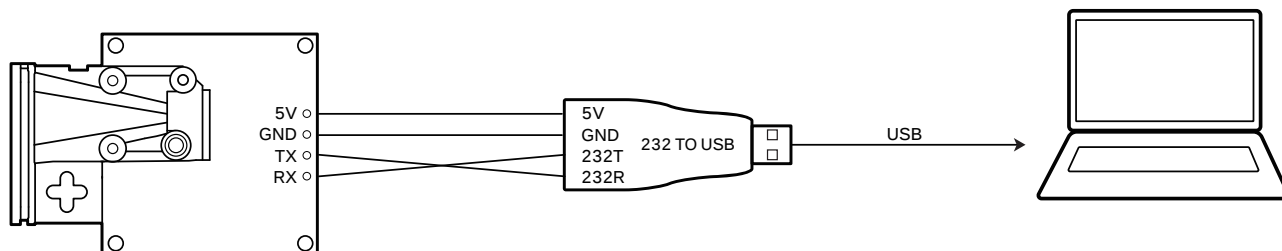

图 2. L4 接 USB 转 232 图（EN 脚功能详见 2.1 电气接线图处的说明）
1. 按照图 2 所示，传感器的 5V、GND，分别和 232 转 USB 转换器的 5V、GND 连接；